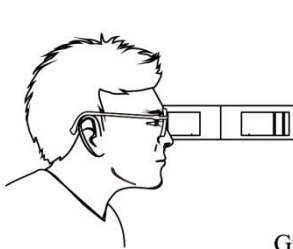

Abb. 9a
- b. Der Optiker führt die Inspektion neben dem Probanden durch, wobei dieser vorzugsweise gegen das Licht gestellt wird. Platzieren Sie das Instrument in der horizontalen Ebene (siehe Abb. 9a) und zielen Sie auf die Führungsmarkierung oben auf der Hornhaut der Testperson.